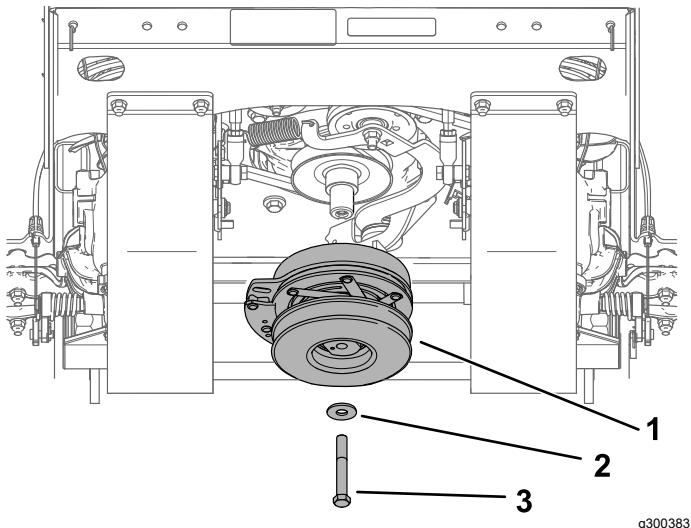

Figure 57
4. Déposez la poulie d'embrayage (Figure 57).
12. Reposez la poulie d'embrayage (Figure 57). Serrez le boulon à un couple de 68 à 81 N·m (50 à 60 pi-lb).